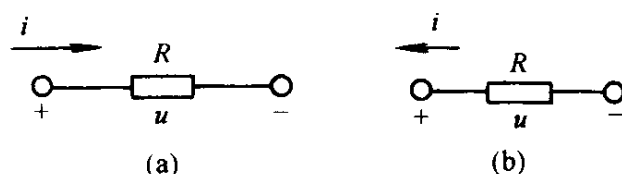

图 1.11
式 (1.7) 和式 (1.8) 中， R 为联系电阻上电压与电阻中电流的电气参数，并且与电压、电流无关。它是一常数，称为线性电阻。在国际 (SI) 单位制中，电阻的主单位是欧姆，记作欧 (Ω)。其图形符号如图 1.11 (a) 所示。
如果电阻元件上的电压与通过它的电流取非关联参考方向，如图 1.11 (b) 所示，则欧姆定律应写为